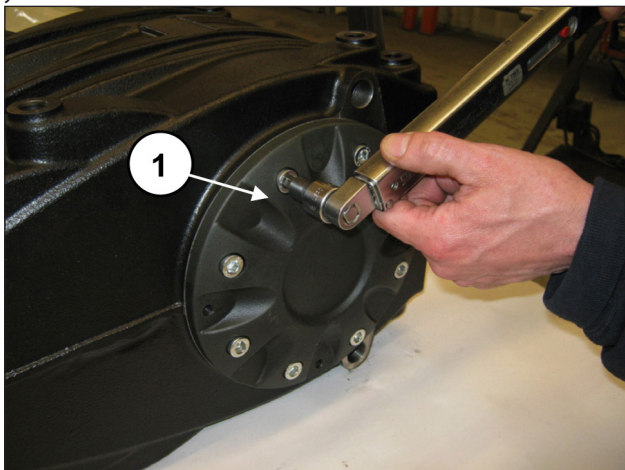

Рис. 62
Закрутите 8 винтов М10х30 (поз. ①, Рис. 62).